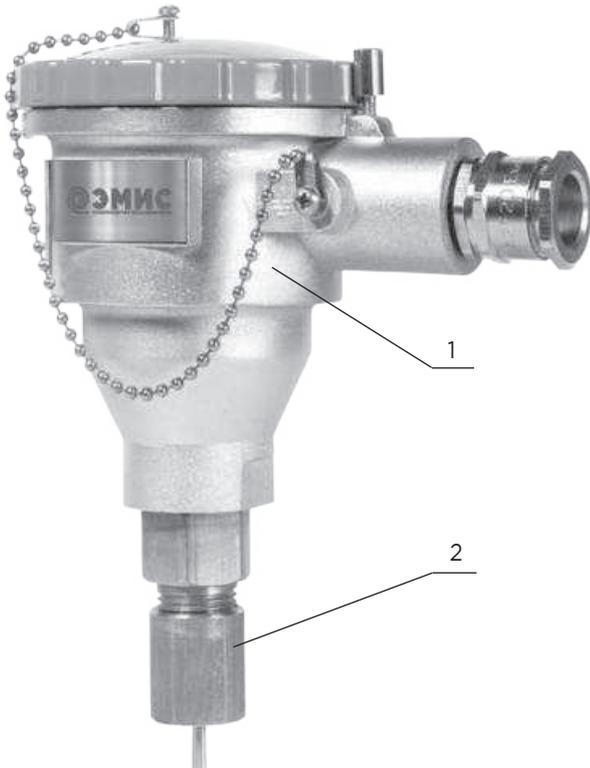

Рисунок 1. Внешний вид реле потока
Реле потока (см. рисунок 1) состоит из электронного преобразователя (1) и датчика потока (2).